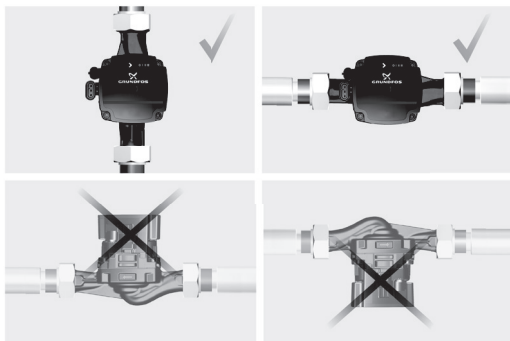

Рис. 6 Расположение насоса
1. Насос всегда должен быть смонтирован так, чтобы вал электродвигателя располагался горизонтально относительно земли (см. рис. 6).
Пример правильного монтажа насоса в вертикальной трубе показан в верхнем углу слева на рис. 6.
Пример правильного монтажа насоса в горизонтальной трубе показан в верхнем углу справа на рис. 6. В горизонтальном положении необходимо изменить положение головной части насоса так, как показано на рисунке.
Панель управления имеет кнопку, один световой индикатор зелёного (красного) цвета (1) и четыре желтых световых индикатора (2) (см. рис. 6).